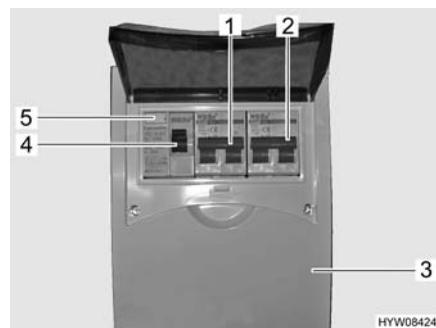

Fig. 90 Scatola dei fusibili a 230 V con interruttore di sicurezza e interruttore automatico FI
Un interruttore di sicurezza per correnti di guasto (interruttore automatico FI) (Fig. 90,4) nella scatola dei fusibili (Fig. 90,3) protegge l'intero veicolo da correnti di guasto (0,03 A).
L'interruttore di sicurezza collegato in serie (10 A) (Fig. 90,1) protegge le prese da 230 V, la centralina elettrica, il caricabatteria supplementare e il frigorifero.
Per veicoli con accessori opzionali, p. es. l'impianto di climatizzazione a tetto, un ulteriore interruttore di sicurezza (16 A) (Fig. 90,2) protegge l'apparecchio. La scatola dei fusibili si trova vicino al collegamento a 230 V.
- Se il veicolo è collegato all'alimentazione a 230 V, premere il tasto di controllo (Fig. 90,5). L'interruttore di sicurezza per correnti di guasto (FI) deve scattare.